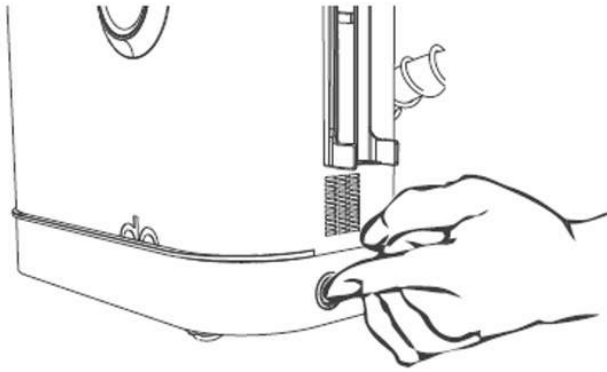

Fig. 11
- (1) Het is normaal dat er een klein beetje water naar buiten spuit voordat er stoom vrijkomt.
- (2) Het is normaal dat het stoppen van het watersproeien of het vrijgeven van stoom wordt vertraagd nadat de watersproei-/stoomknop wordt losgelaten. (Het stopt dus niet meteen)
- (3) Haal de opzetborstel niet los/maak geen veranderingen aan de opzetborstel wanneer de vlekkenreiniger ingeschakeld is om gevaarlijke situaties te voorkomen. Schakel hiervoor eerst de reiniger uit en haal de stekker uit het stopcontact.
9. Nadat u klaar bent met werken met de vlekkenreiniger, drukt u op de schakelknop op het handvat van de borstel om de werkstatus te verlaten, en drukt u vervolgens op de aan/uitschakelaar om het apparaat uit te schakelen (zie fig.11).